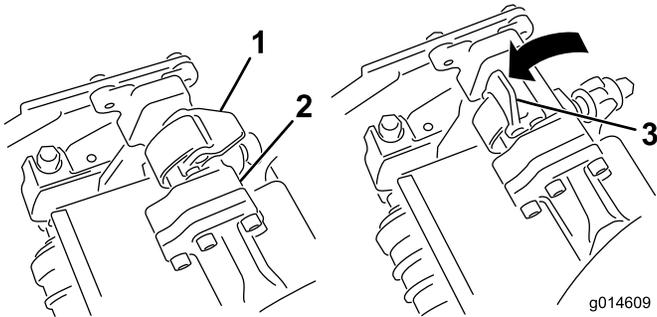
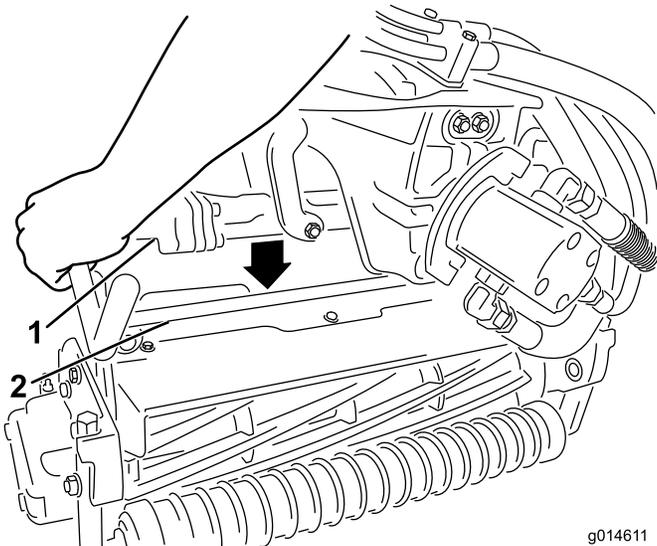

図 12
図 13
5. サスペンションアームのバーについているラッチを上向き開いた状態にして(図 12、サスペンションアームを押し下げて、バーを、カッティングユニットのバーの上に被せるようにする(図 13)。
6. ラッチを下げると閉じるとカッティングユニットのバーがロックされてユニットがアームにセットされる(図 12)。